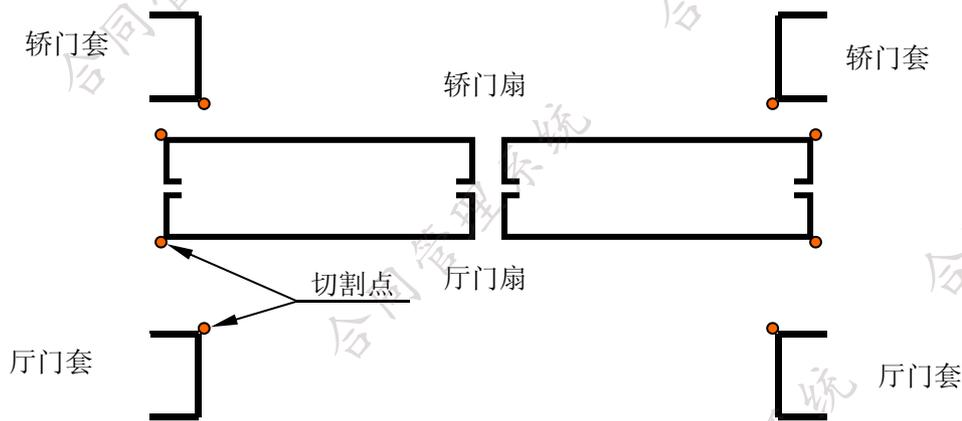

图 3.4-29
- ①、在图示位置打入两条支承模板用钢筋（选用工厂发货的 $\phi 10 \times 200$ 螺纹钢）。
- ②、用内径为 $\phi 20$ 的钢管套住支承模板用钢筋然后向上弯曲约 90°
- ③、在支承模板用钢筋上放置一条厚 10mm 的模板
- ①、用螺栓连接门套横梁和门套立柱，该作业应在平坦的地方垫上木板进行，以免划伤门套。
- ②、调整门套横梁与门套立柱互相平齐、垂直，必要时可加入垫片进行调整。同时确认在横梁位置左、右门套立柱的间距为开门宽度的 $\pm 1\text{mm}$ 。
- ①、清除门套焊接部分（用锉刀）和塞门套的水泥、砖块（用手锤）等凸出物。
- ②、如果门套与门扇为不锈钢时，应如图 3.4-29 所示用墙纸刀削去厅门扇和厅门套转角部位的保护胶纸，然后撕去图示部分的保护胶纸条，待电梯投入运行时再由客户自行除去剩余部位的保护胶纸。
- ③、清除地坎槽内残留的杂物。